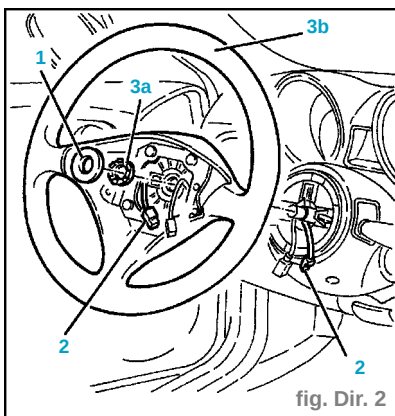

fig. Dir. 2
- Enlever la bague de protection (1) (fig. Dir. 2).
- Débrancher les connexions électriques (2).